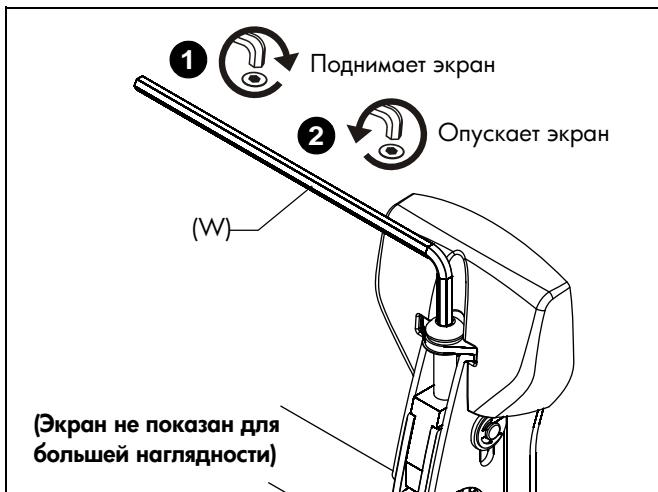

рис. 14
- Поверните вправо (затянуто), чтобы поднять сторону экрана. (См. рис. 14)